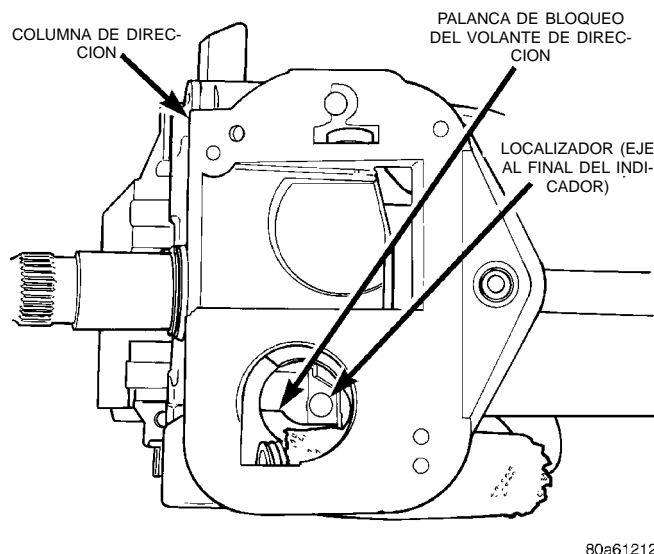

Fig. 52 Palanca de bloqueo del volante de dirección cuando el interruptor se encuentre en la posición LOCK.
(6) El indicador en la parte trasera del interruptor de encendido (Fig. 50) debe coincidir correctamente en la columna de dirección antes de instalar el interruptor. Este indicador se usa para hacer funcionar la palanca de bloqueo del volante de dirección en la columna de dirección (Fig. 52). Esta palanca permite que la posición del volante de dirección se bloquee
(b) Verifique que el indicador en la parte posterior del interruptor esté posicionado sobre la palanca de bloqueo del volante de dirección (Fig. 52).